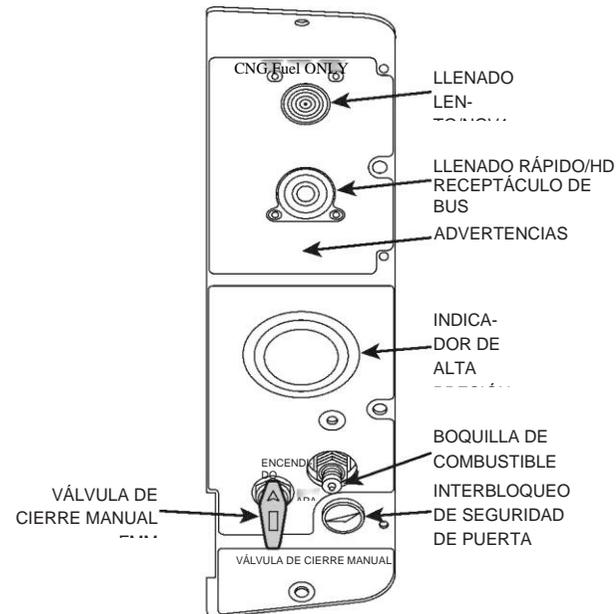

FIGURA 18 : MÓDULO DE GESTIÓN DE COMBUSTIBLE
1. Abra la puerta de acceso de combustible. Retire la tapa del receptáculo de carga de combustible adecuado. (Figura 18)